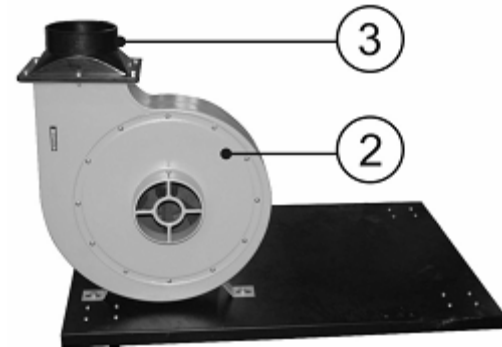

Рис.4.
8.3. Закрепите болтами выходной переходник (3) на выходе корпуса вентилятора (2), установив между ними прокладку, Рис.4.